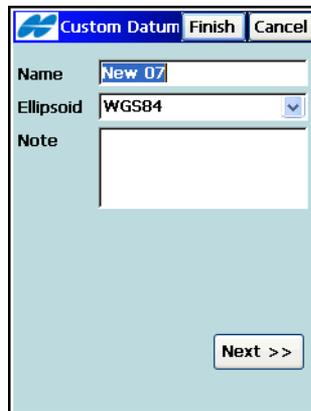

Abbildung 4-89. Name des eigenen Datums
3. Geben Sie im nächsten Fenster *Eigene Datums* (Abbildung 4-89) den Namen des neuen benutzerdefinierten Datums ein und wählen Sie das Ellipsoid in der Liste des Feldes *Ellipsoid*. Tippen Sie auf **Weiter**.